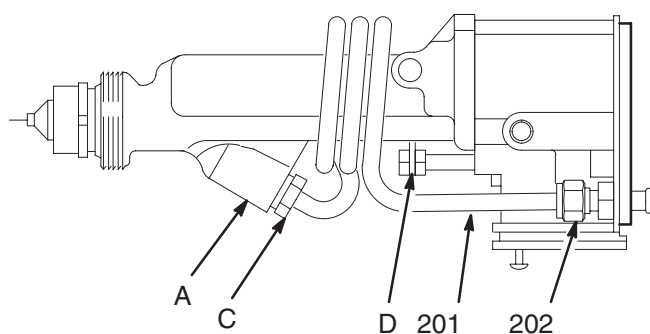

Fig. 33
7. Positionner le sous-ensemble du tube spiralé de telle sorte que le raccord d'entrée fileté (C) soit aligné avec l'entrée produit du canon (A), puis serrer le raccord dans l'entrée comme indiqué en Fig. 33.
9. Introduire le tube spiralé (201) dans le raccord produit et serrer l'écrou (202). Voir Fig. 33. S'assurer que l'ensemble du tube soit dégagé du bras d'actionnement (D) afin d'éviter le frottement du tube pendant le fonctionnement.